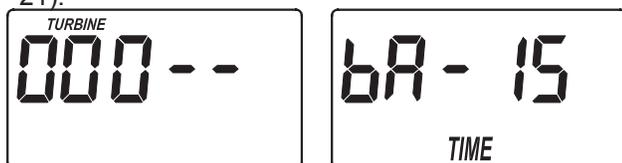

FIG. 21
1. Enfoncer le bouton SELECT et le maintenir enfoncé pendant 3 secondes jusqu'à ce que l'affichage indique « 000 - - » puis réappuyer sur le bouton SELECT pour réafficher l'écran pour le réglage de la durée du lavage à contre-courant (voir figure 21).